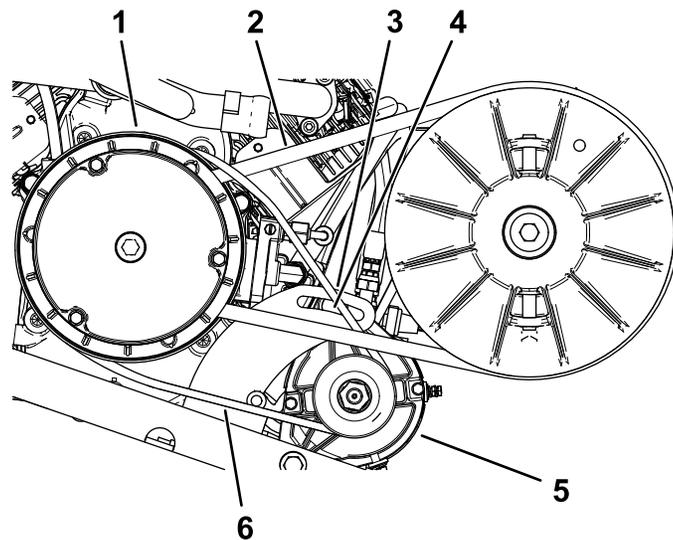

図 70
2. スタータジェネレータのピボットナットをゆるめる 図 70。
4. ボールを下に押し、スタータを下げる。ベルトを $44.5 \text{ N}\cdot\text{m}$ $4.5 \text{ kg}\cdot\text{m}$ $= 10 \text{ ft}\cdot\text{lb}$ の力で押した時のたわみが 6 mm になるようにスタータの位置を調整する (図 70)。
5. ピボットナットを手締めし、ボールを取り外す (図 70)。